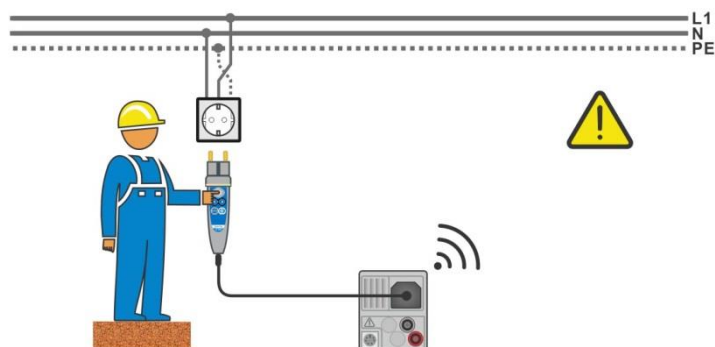
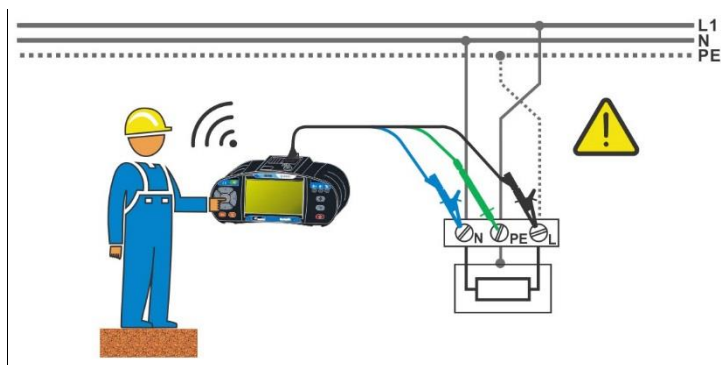

Abbildung 1.1: Vertauschte Leiter L und PE (Commander-Prüfstecker)
Abbildung 1.2: Vertauschte Leiter L und PE (Verwendung des 3-Leiter Prüfadapter)
- › Schließen Sie die Prüfleitungen am Prüfobjekt an, siehe **Abbildung 1.1** und **Abbildung 1.2**.